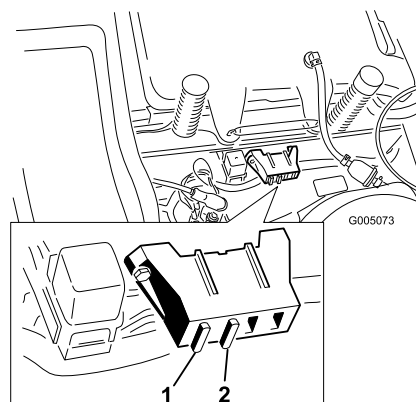

Bild 33
1. Heben Sie den Sitz an, um die Sicherungshalter zugänglich zu machen (Bild 33).
2. Ziehen Sie die Sicherung zum Wechseln heraus (Bild 33).